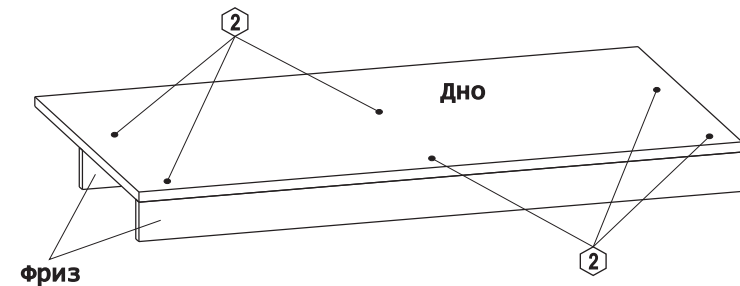

Рис. 1
1. Собрать нижнюю полку (основание) см. Рис.1: